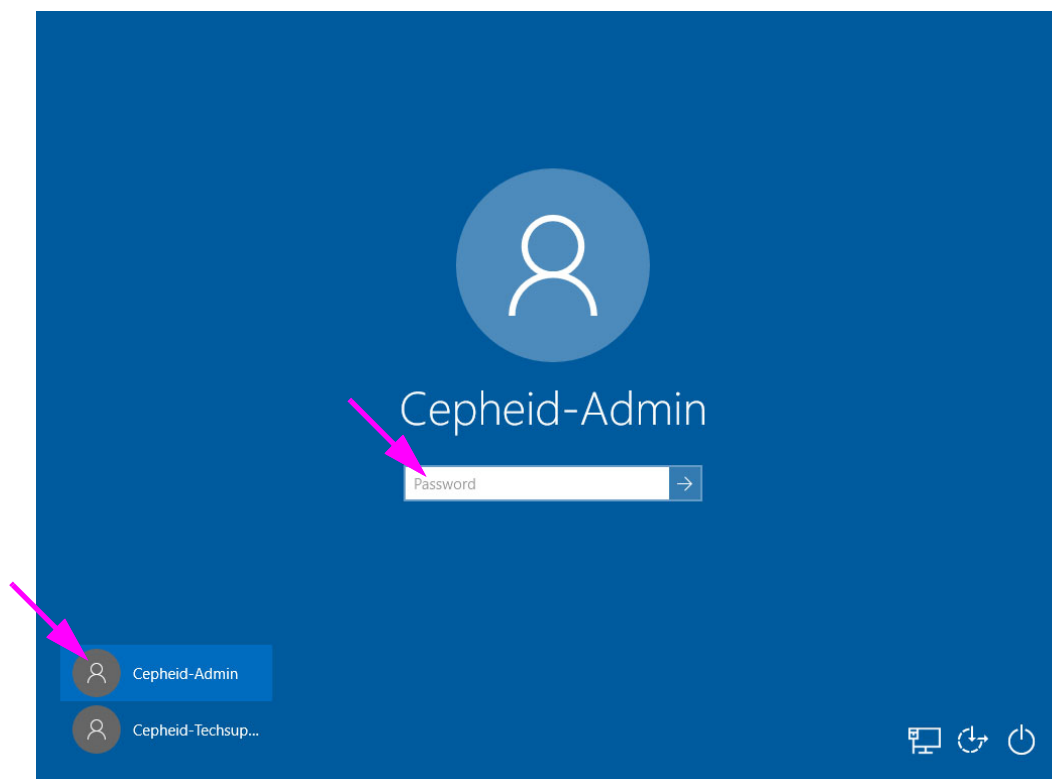

図 2-5. Windows 10 のアカウントおよびパスワード画面
1. Windows 10 では、電源を入れると、Windows のロック画面が表示されます。図 2-4 を参照。画面のどこかをクリックして、Windows のアカウントおよびパスワードの画面を表示してください。図 2-5 を参照。
**Cepheid-Admin** アカウントは、テストの実行、システム構成、ソフトウェアの更新など、全ての顧客の作業に使用されます。**Cepheid-Techsupport** アカウントは、Cepheid Technical Support によってのみ使用されます。図 2-5 を参照。
2. Windows アカウントとパスワード画面で、**Cepheid-Admin** ユーザアカウントを選択します (図 2-5 を参照)。
3. Windows アカウントとパスワード画面 (図 2-5 を参照) で、パスワードを入力します。デフォルトのパスワードは **cphd** であり、初回ログイン時に変更する必要があります (ソフトウェアの指示に従ってください)。システム管理者がパスワードを変更した後、今後のログイン用に割り当てられたパスワードを入力します。Windows 10 デスクトップが表示されます。新しいパスワード情報を記録して安全な場所に保管することを忘れないでください。